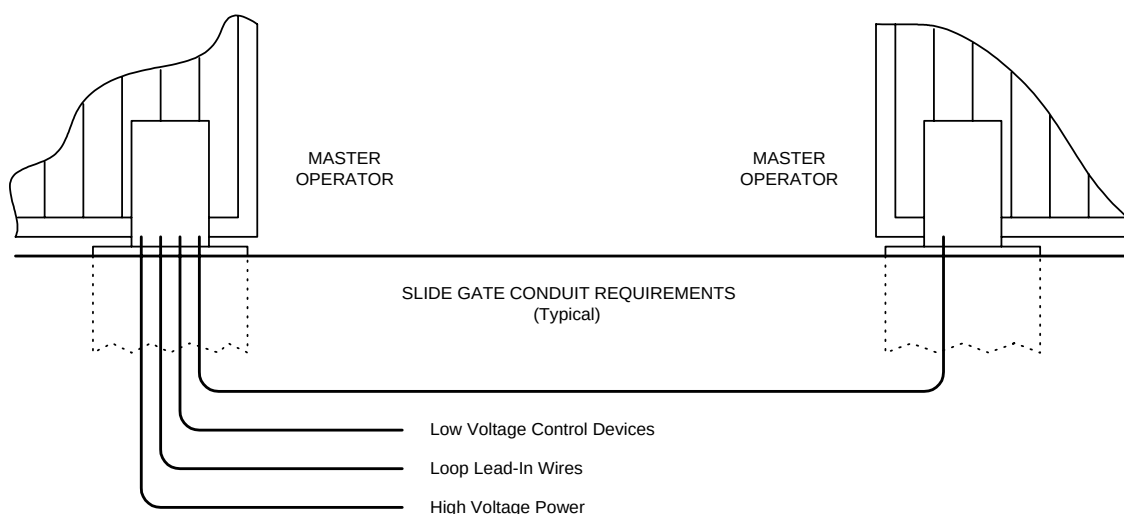

Figura 23
- Los requisitos del conducto mostrados en figura 23 son para una instalación típica de operador de puerta corrediza (el operador esclavo es mostrado para esas aplicaciones donde un operador esclavo puede ser usado) . Los requisitos del conducto para su aplicación pueden variar según sus necesidades específicas.